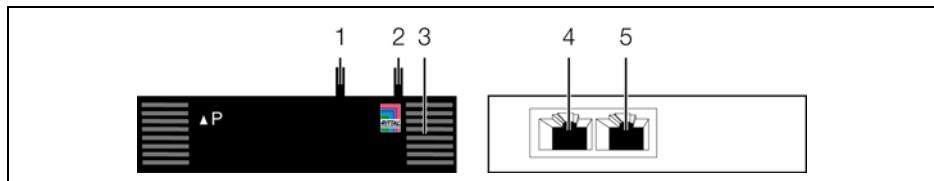

Рис. 3: Элементы индикации, штекеры и разъемы
Элементы управления и индикации показаны на рис. 3.
Обозначения на рис. 3
- Подсоедините воздушный шланг к соответствующему подключению датчика перепада давления и проложите шланг к точке измерения (рис. 3, поз. 1, 2).
- Соедините датчик перепада давления кабелем CAN-Bus с CMC III PU или соседними элементами в шине CAN-Bus (рис. 3, поз. 4, 5).